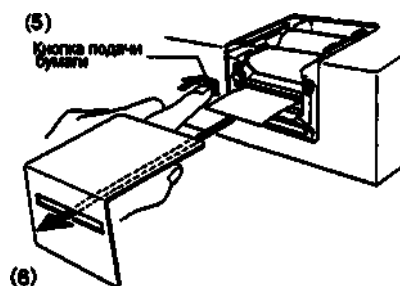

Рис.22
(5) Нажмите на кнопку FEED. При этом бумага автоматически продвигается. Если бумага не продвигается, вставьте ее конец в углубление на лицевой панели принтера и повторно нажмите на клавишу FEED (рис.22).
(6) Протяните конец бумаги через выходное отверстие в крышке принтера и установите крышку на место (рис.22).